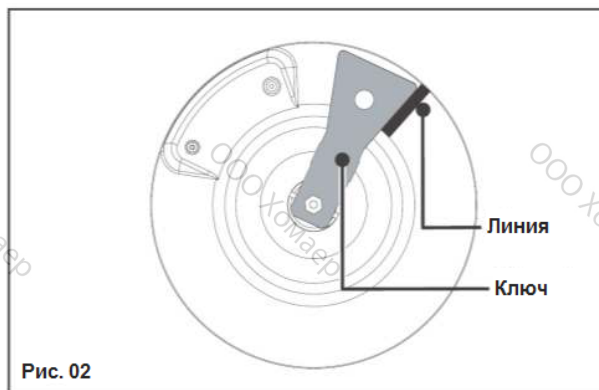

Рис. 02
- на пластине основания карандашом нарисуйте линию, как показано на Рис. 02;